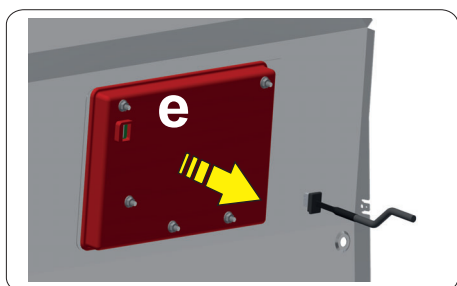

рис. 7
- Отсоедините кабель от дисплея (положение **и** - см. рис. 7).